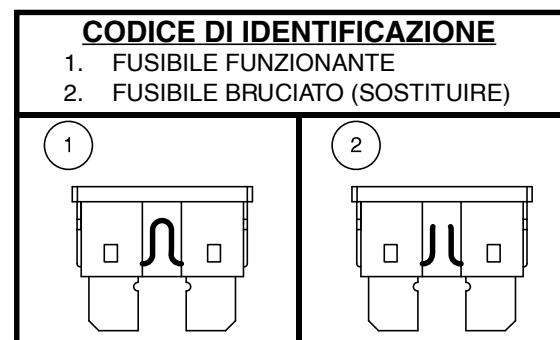

Figura 31. Sostituzione del fusibile
2. Esaminare il fusibile per accertarsi che sia bruciato. Vedere **figura 31**.